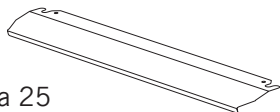

Figura 25
1. Se ha diseñado una protección térmica (Figura 25) para proteger el panel de control y perillas cuando el horno esté en modo Parrilla.